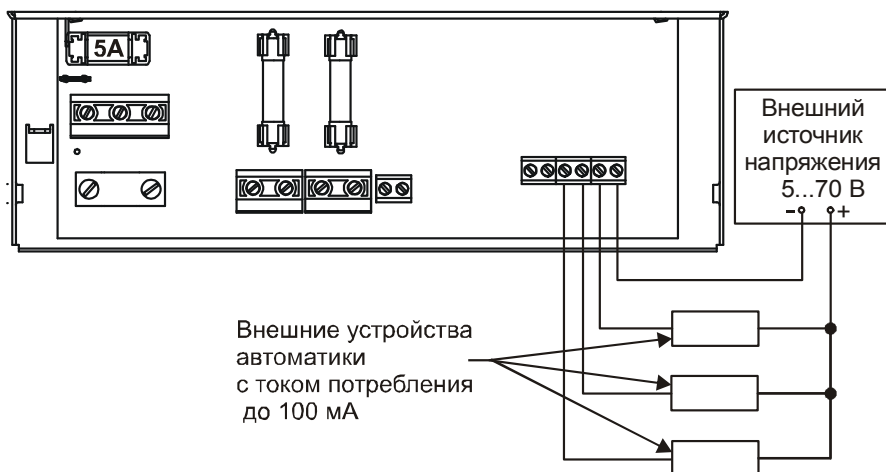
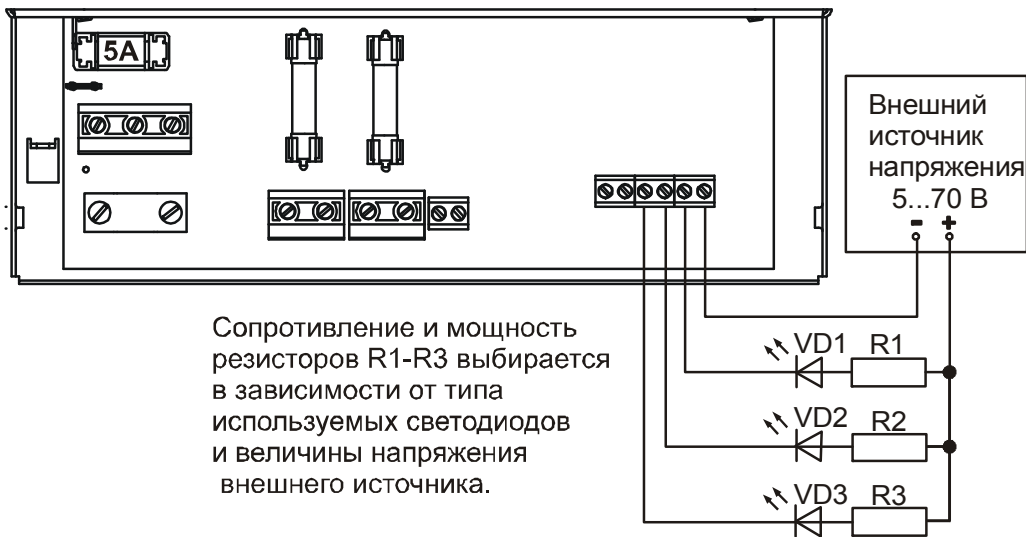

РИСУНОК 4
РИСУНОК 5
- ◆ Подключите, при необходимости, внешние устройства автоматки рисунок. 4 (или внешние цепи индикации рисунок. 5) к выходам типа открытый коллектор «Выход ОК 1», «Выход ОК 2» и «Выход ОК 3».